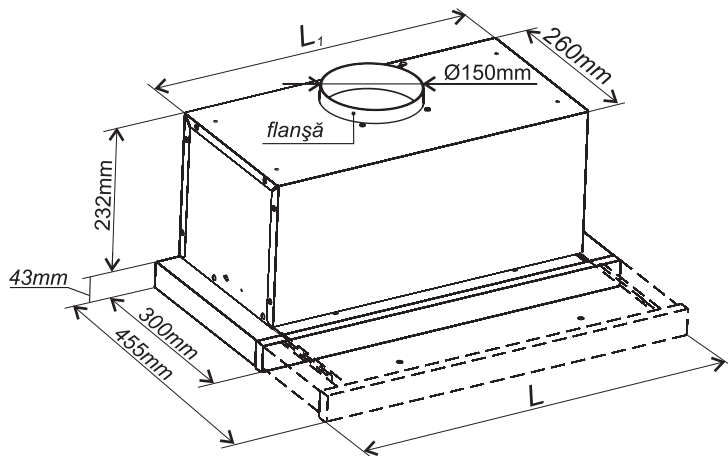

Fig. 1
- 6.1 Selectați distanța între suprafața de încălzire a plitei și hotă (750 mm min.). Adăugând 43 mm (v. fig. 1), veți determina nivelul de jos pentru suspendarea dulapului.